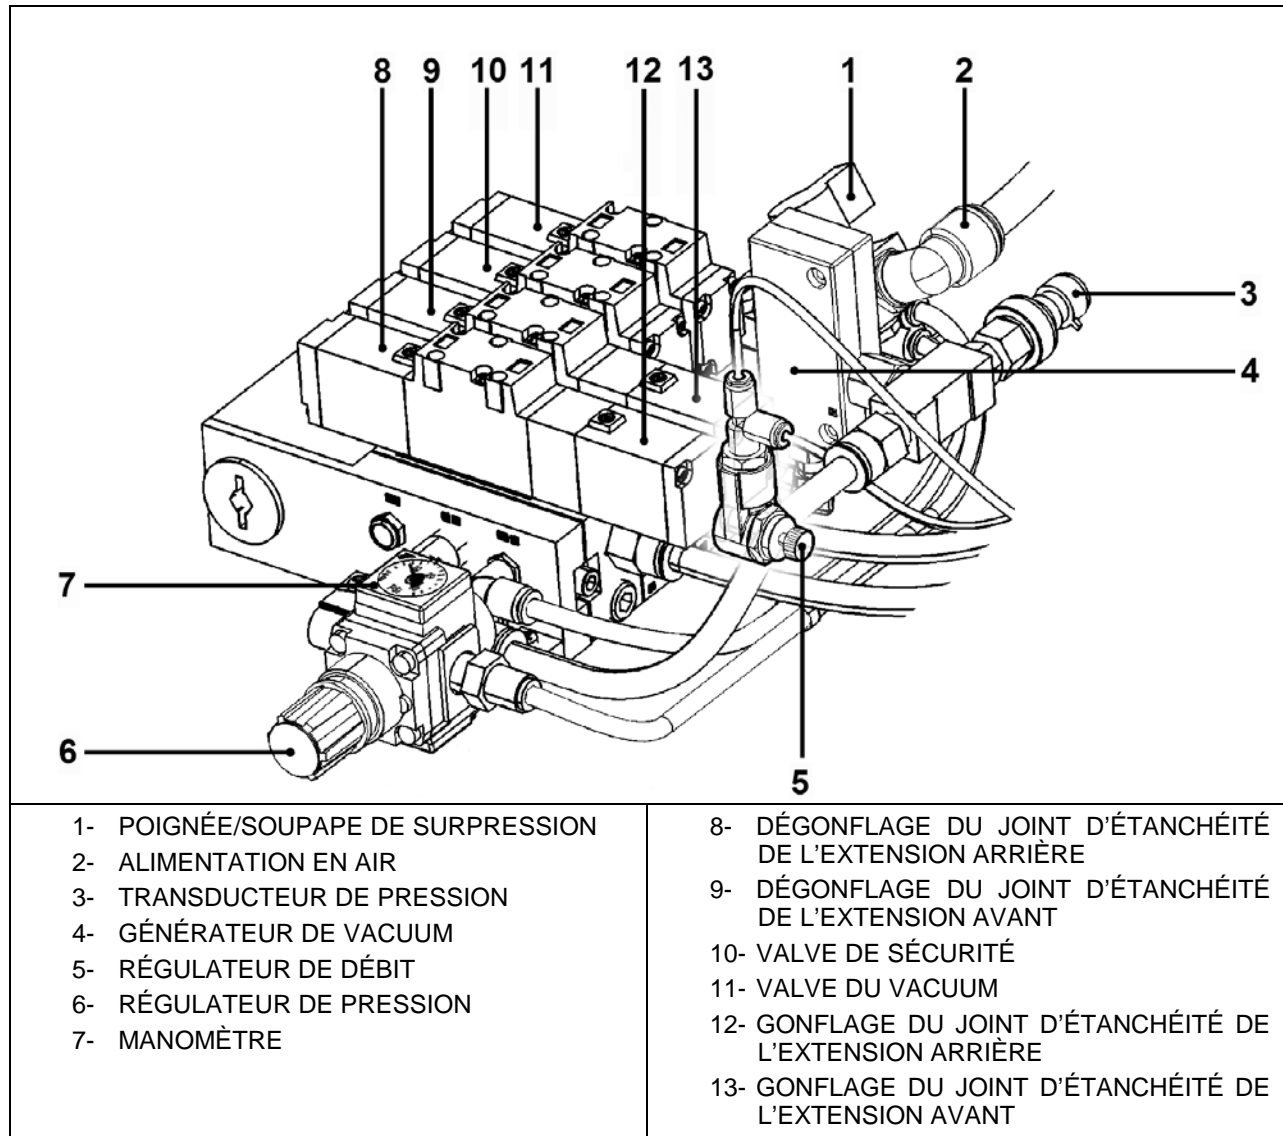

FIGURE 32: PANNEAU D'ORGANE PNEUMATIQUE 26116
La conduite d'alimentation du panneau des composants pneumatiques (item 2, Figure 32) est connectée à la soupape d'admission de pression d'air sur le panneau pneumatique dans le compartiment de service avant.
Le joint gonflable doit être dégonflé lors du déplacement manuel de la rallonge coulissante pour entretien. Dégonfler complètement les joints gonflables en faisant tourner la poignée de la soupape de détente dans le sens horaire (voir la Figure 32, Item 1).
1. Dégonfler complètement le joint pneumatique en faisant tourner la soupape d'arrêt dans le sens horaire (Item 1, Figure 32). La pression indiquée doit être 0 psi.